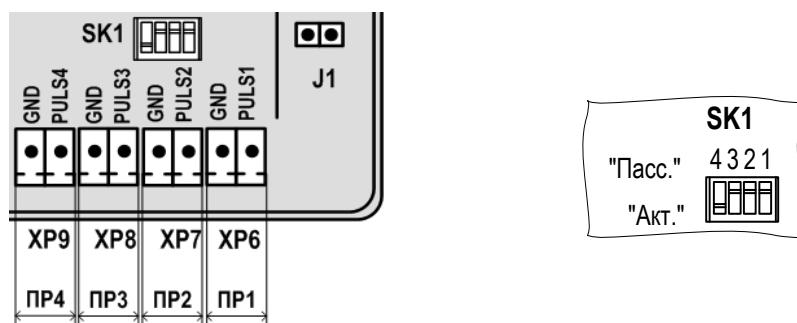

Рис.13. Маркировка коммутационных элементов подключения ПР1-ПР4.
- 6.5.1.1. Входы каналов расхода 1...4 предназначены для подключения датчиков расхода с выходным частотным, либо импульсным сигналом. Маркировка коммутационных элементов для подключения ПР1-ПР4 показана на рис.13.